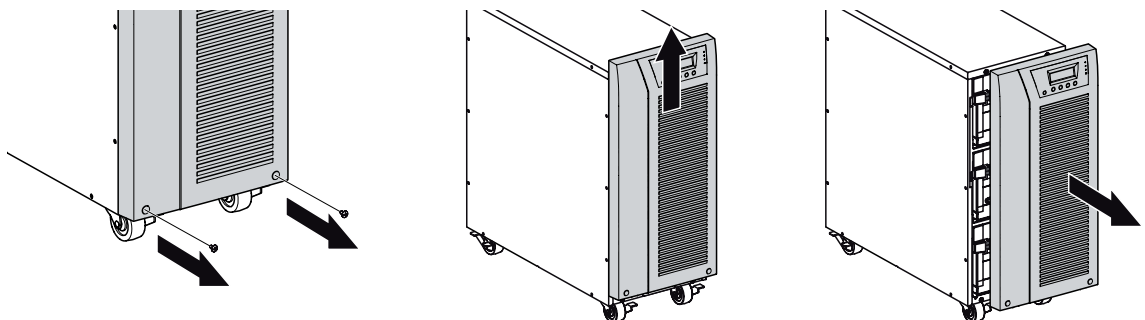

Figure 27. Retrait du couvercle avant de l'onduleur
1. Retirez le couvercle avant de l'onduleur (voir figure 27).